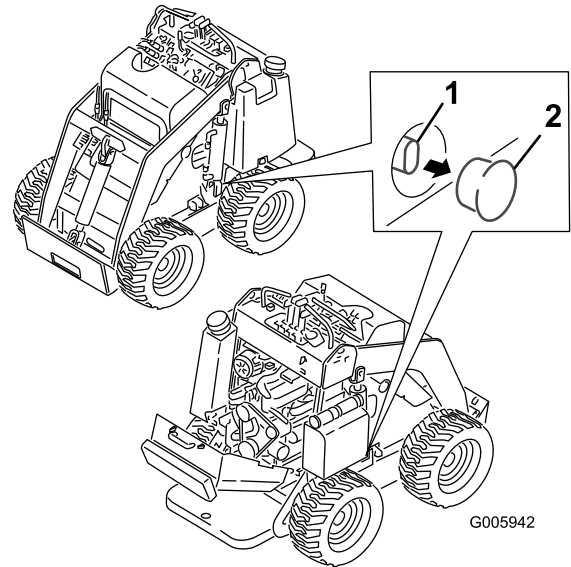

Figura 14
2. Togliete il tappo da ogni valvola di traino (Figura 14).